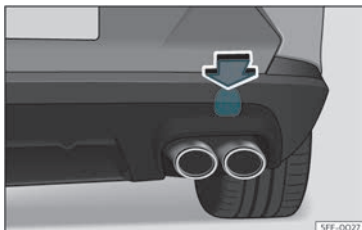

Fig. 45 No lado dereito do parachoques traseiro: retirar a tapa.
A cavidade da argola de remolque enroscada está situada no lado dereito do parachoques traseiro detrás dunha tapa»» **fig. 45**.
- Prema sobre a parte superior da tapa »» **fig. 45** para desencaixala.